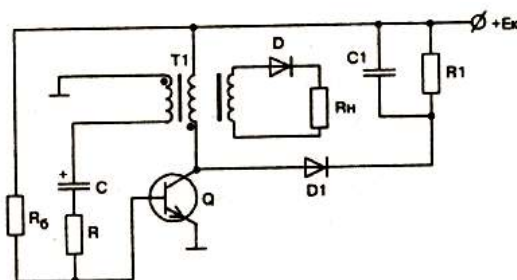

Рисунок 8 - Принципиальная схема автоколебательного блокинг-генератора
*Вспомогательный преобразователь.* Вспомогательный преобразователь является конструктивной особенностью источников питания формата АТХ. Данный преобразователь формирует напряжение +5ВSB в выключенном состоянии системного модуля. Устройство представляет собой блокинг-генератор, функционирующий в автоколебательном режиме в течение всего времени замкнутого состояния сетевого выключателя блока питания. Упрощенная схема автоколебательного блокинг-генератора для обратного преобразователя приведена на рис. 8. Основными элементами блокинг-генератора являются транзистор Q и трансформатор T1. Цепь положительной обратной связи образована вторичной обмоткой трансформатора, конденсатором C и резистором R, ограничивающим ток базы. Резистор Rб создает контур разряда конденсатора на этапе закрытого состояния транзистора. Диод D исключает прохождение в нагрузку Rн импульса напряжения отрицательной полярности, возникающего при запираии транзистора. Ветвь, состоящая из диода D1, резистора R1 и конденсатора C1, выполняет функцию защиты транзистора от перенапряжения в коллекторной цепи.